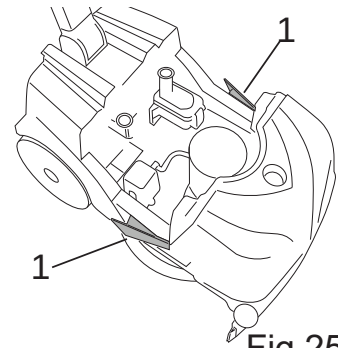

Fig.25
- Appuyer sur les deux leviers de déverrouillage réservoir /Fig. 25 - Rep 1), retirer le réservoir de récupération.